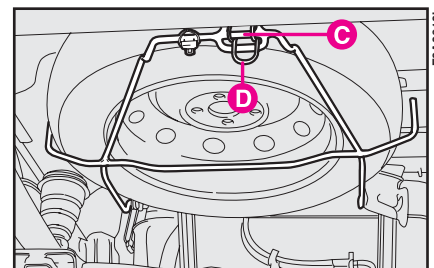

fig. 16
– agganciare la parte bassa della staffa **C-fig. 16** del supporto alla molla di